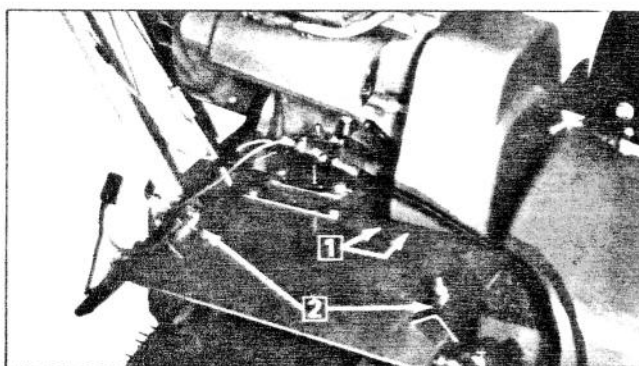

Figure 8
16. Fixez le câble positif de batterie aux trous dans la plaque de montage de batterie avec une attache (Fig. 8).
17. Posez les brides de fixation de batterie à la plaque de montage de batterie sans les serrer, avec une vis à tête (5/16 x 18 x 2.00) et un écrou de blocage de chaque côté (Fig. 8).